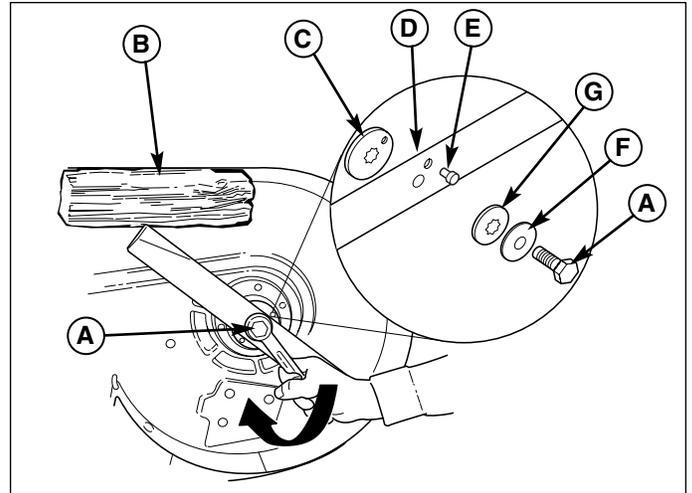
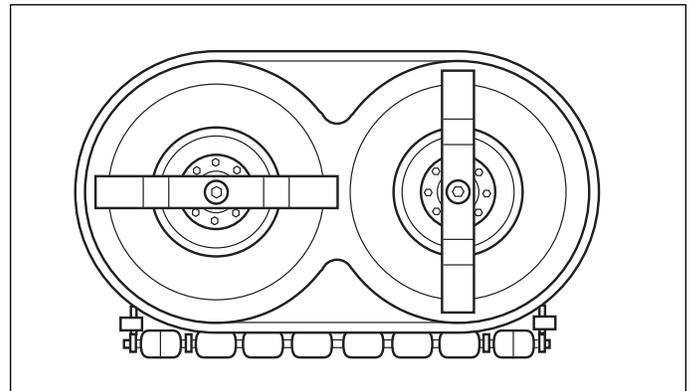

Figure 25. Installation de la lame
Figure 26. Vérification de la synchronisation des lames
Modèles de 102 cm (40 po.) : déposer la vis de fixation (A, Figure 25), la rondelle élastique (F), la rondelle cannelée (G), la goupille de positionnement (E) et la lame (D). Ne pas déposer le raccord de lame (C).
Modèles de 102 cm (40 po.): placer les lames perpendiculairement l'une à l'autre comme indiqué dans la Figure 26. Si ce n'est pas le cas, suivre la procédure de synchronisation des lames de coupe figurant dans cette section. Poser la rondelle cannelée (G, Figure 25), la rondelle élastique (F) et la vis de fixation (A). Bloquer la lame avec une cale en bois (B) pour l'empêcher de tourner et serrer la vis de fixation (A) à un couple de 61 à 75 Nm (45 à 55 pi lb).
2. Retourner la tondeuse et vérifier la position des lames. Celles-ci doivent être positionnées perpendiculaires l'une à l'autre comme l'indique la figure 26. Si ce n'est pas le cas, passer à l'étape 3.
4. Retirer le boulon de fixation (A, figure 25), la rondelle élastique (H), la rondelle cannelée (G) et la rondelle plate (F).
5. Retirer la goupille de positionnement (E, figure 25). Faire tourner la lame (D) à la main jusqu'à ce que les lames soient perpendiculaires l'une à l'autre comme l'indique la figure 26. Il est peut-être nécessaire de retirer et de faire tourner le raccord de lame (C) pour aligner le trou de lame sur le trou de raccord.
6. Remonter la goupille de positionnement (E, Figure 25), la rondelle cannelée (G), la rondelle élastique (F) et le boulon de fixation (A). Bloquer la lame avec une cale en bois (B) pour l'empêcher de tourner et serrer le boulon de fixation (A) à 61-75 Nm.